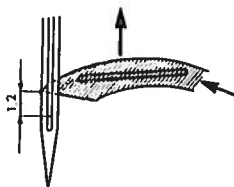

fig. 5
- Controllare che la punta del crochet, nella sua corsa verso sinistra, quando e' a filo della tangente sinistra dell'ago, si trovi a mm. 1,2 al di sopra della tangente superiore del foro dell'ago (fig. 5).